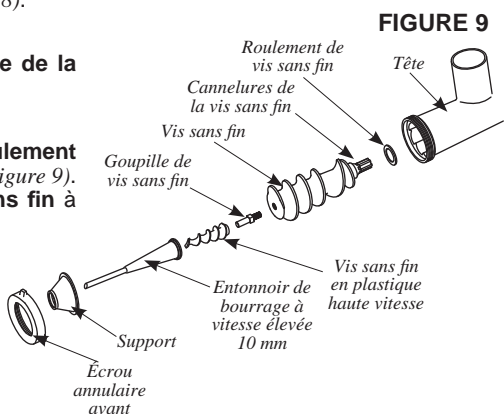

FIGURE 9
3. Insérer la **vis sans fin**, avec le **roulement de la vis sans fin** fixé, dans la **tête** (Figure 9). Aligner les **cannelures de la vis sans fin** à l'**arbre d'entraînement** du hachoir.